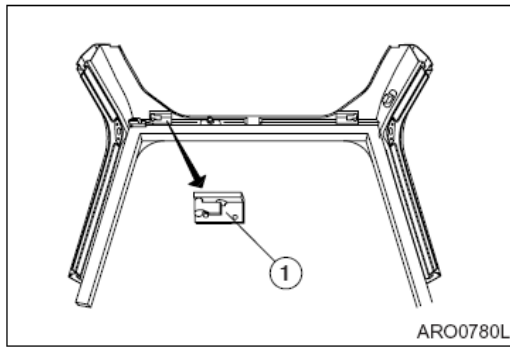

Figura 92
6. Pulse las palancas de liberación (1, Figura 92) a ambos lados de la ventana frontal. Entonces, podrá abrir esta ventana..